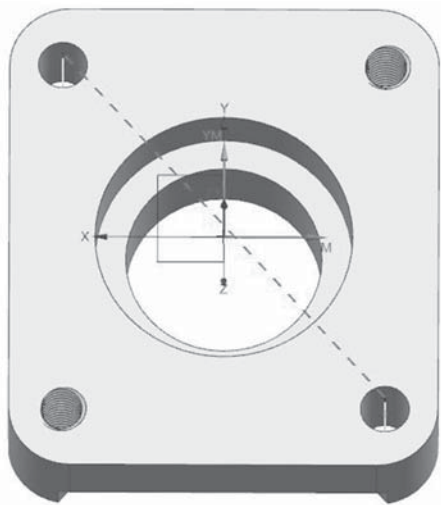

图 4-2-16 刀轨预览
③在几何体设置区域中,单击 (指定特征几何体) 按钮,进入“特征几何体”界面,如图 4-2-14 所示。依次选取零件上的孔作为特征几何体,如图 4-2-15 所示。单击“确定”按钮返回“定心钻”界面,单击 (生成) 按钮,预览刀路,如图 4-2-16 所示。